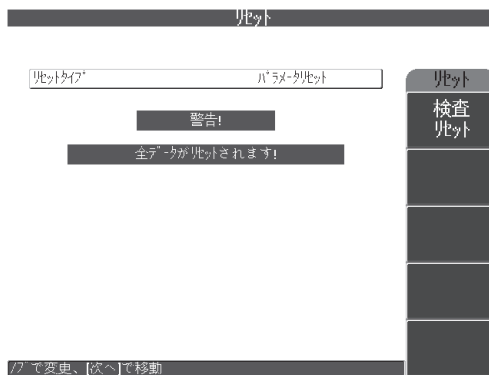

図 5-29 リセットメニュー
1. **リセットメニュー**にアクセスするには、設定メニューキー（）を2回押し、続けてEキーを押した後、目的のリセットタイプ（パラメーター、保存、またはマスター）が表示されるまでノブを回します（129 ページの図 5-29 および 129 ページの表 4 を参照）。